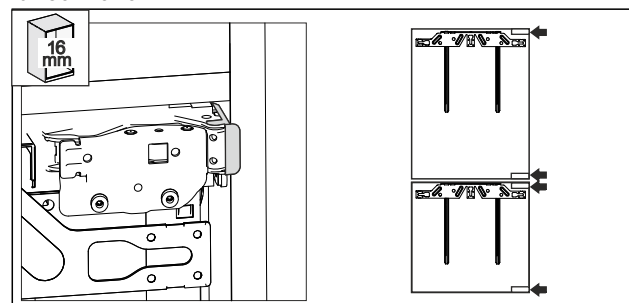

Fig. 53
- ▶ 16 mm dicke Möbelseitenwand: die Distanzteile liegen scharnierseitig an der Seitenwand der Möbelnische an. Fig. 53 ()